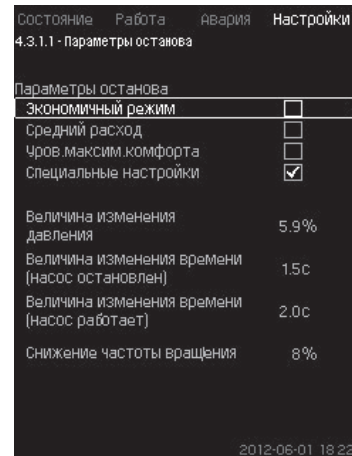

Рис. 72 Специальные настройки
3. Выберите один из параметров останова. При выборе «Специальные настройки», необходимо задать параметры, показанные на рис. 72. См. примеры ниже.